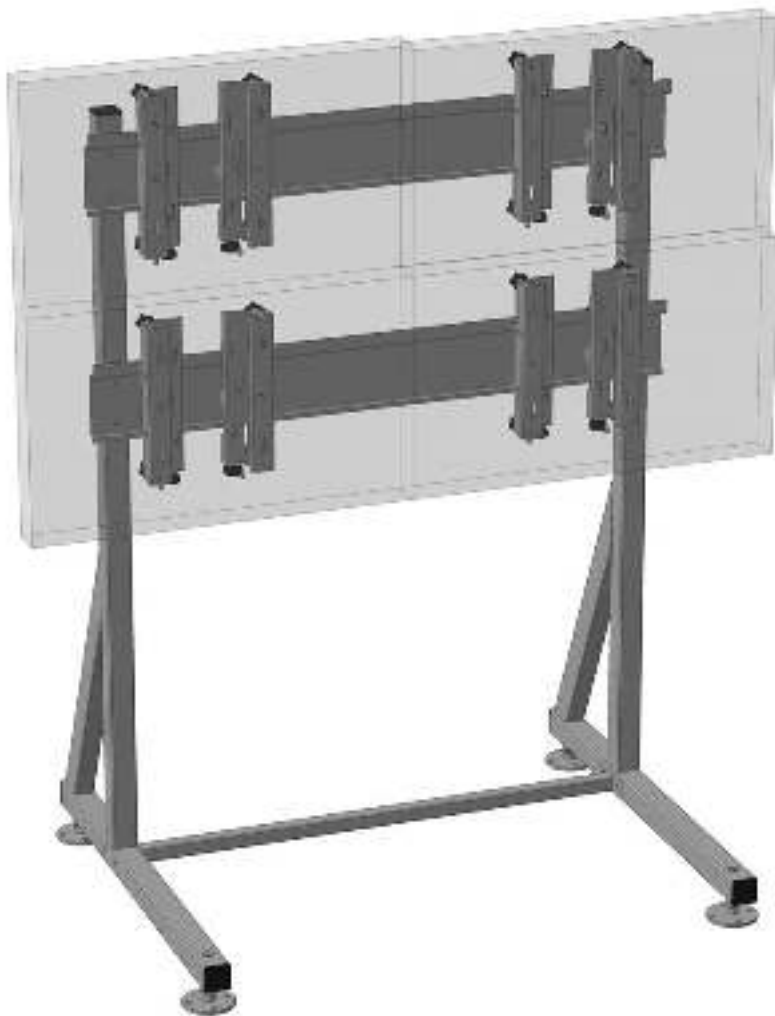

Рис. 2 Кронштейн LB-22FT в сборе
1. Распакуйте кронштейн LB-22FT (рис. 2) из типового комплекта VW2255FSL, соберите его согласно приложенной инструкции (см. QR код слева) по сборке и закрепите на стене в месте предполагаемого размещения.